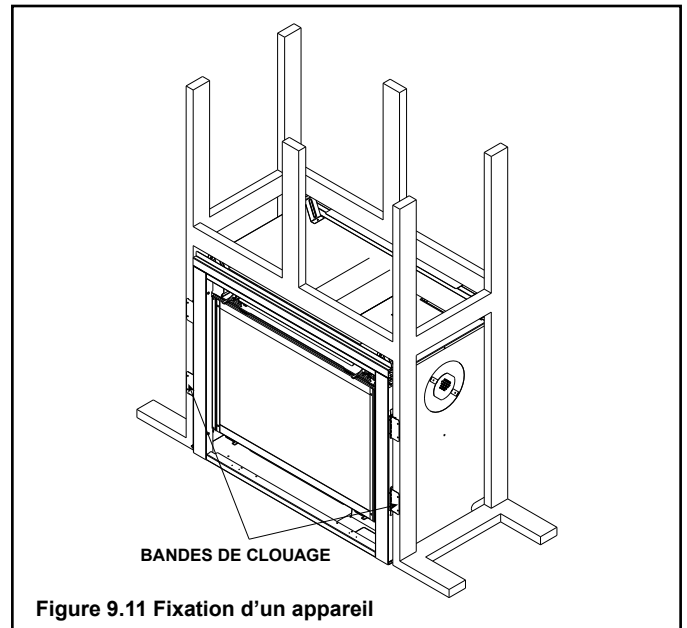

Figure 9.11 Fixation d'un appareil
8. Fixer le foyer à l'encadrement en utilisant des clous ou des vis à travers les bandes de clouage. Il est permis d'utiliser une bande de cerclage pour fixer l'unité sur l'encadrement, si nécessaire. Voir la figure 9.11. S'assurer de maintenir tous les dégagements par rapport aux matériaux combustibles.